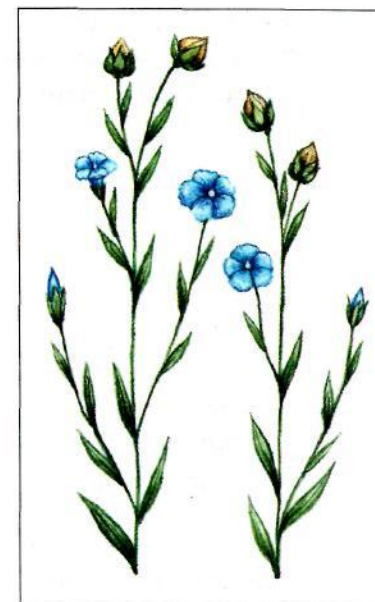

Рис. 2. Лён
**Лён** — это однолетнее травянистое растение, дающее волокно того же названия (рис. 2).